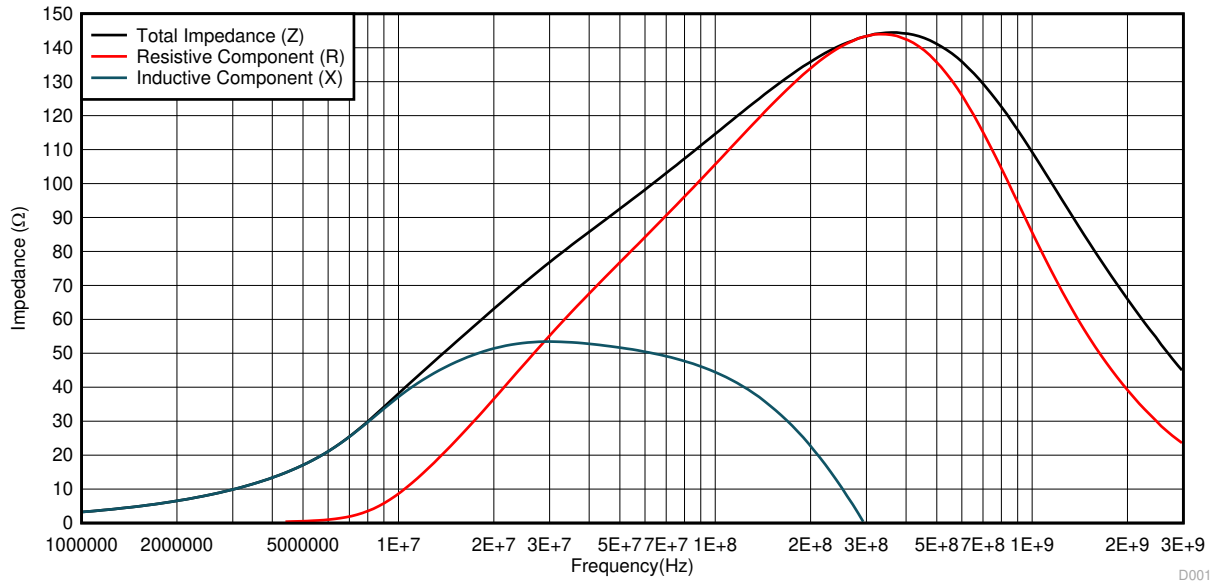

图 7. 铁氧体磁珠阻抗示例图
选择铁氧体磁珠时，最好在驱动频率下具有超小阻抗，在噪声频率下具有高阻抗。通常，栅极振荡频率约为 100MHz，但也可以在系统中测量该噪声频率，以帮助选择合适的铁氧体磁珠。要选择合适的铁氧体磁珠，需要查看器件数据表上的频率与阻抗关系图。该图应包含三条线，总体阻抗 (Z)、阻抗的电感分量 (X) 和阻抗的电阻分量 (R)。选择的铁氧体磁珠应在噪声频率下更大限度提高电阻分量以消散尽可能多的能量，同时更大限度地降低开关频率下的总体阻抗，以防止不必要的损耗。图 7 显示了铁氧体磁珠阻抗的示例图（基于 TDK 的 MPZ1608 系列）。该图所示的铁氧体磁珠适用于很多栅极驱动应用，因为它在开关频率下的阻抗非常低（低于 1MHz），但在 10MHz 至 300MHz 的频率下具有高阻抗。